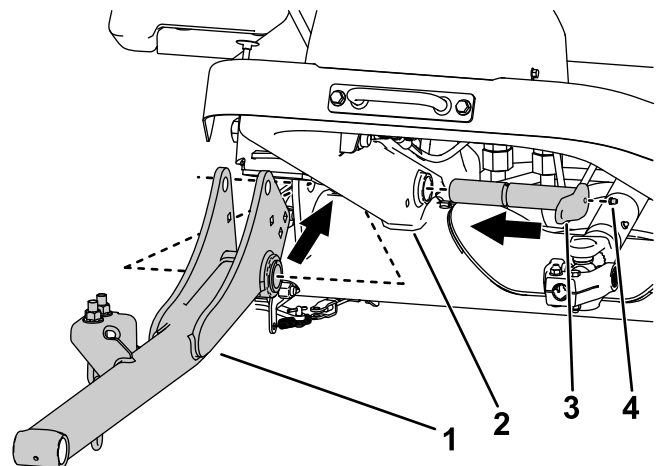

Figura 5
2. Montare i bracci di sollevamento al telaio della macchina con 2 perni grandi (Figura 5).
3. Montare i raccordi d'ingrassaggio sui perni grandi (Figura 5).